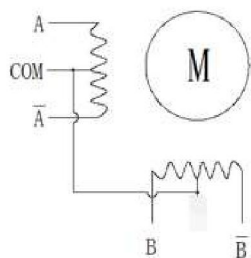

图 1
1、(图 1) 线圈 5 根引线中有 1 根为公共引线，该公共引线必须接电源正极，并确保线圈工作电压在允许范围内 (DV12V±10%)；